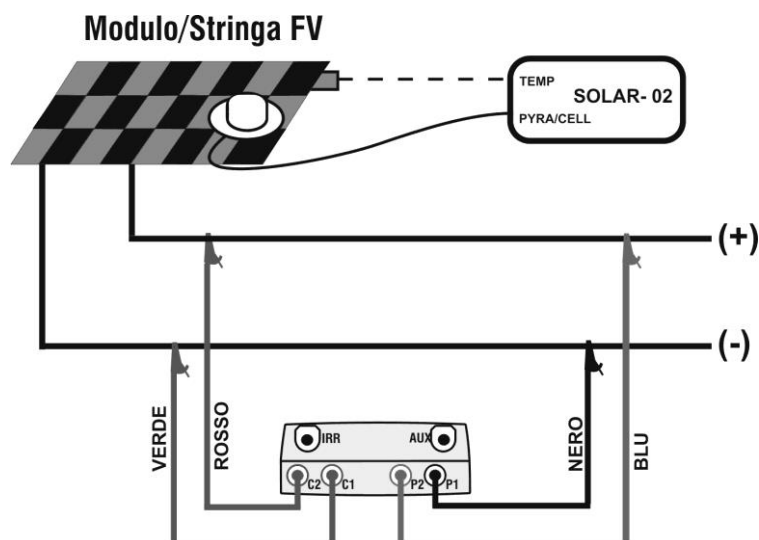

Fig. 11: Ligação do instrumento ao painel/bateria de painéis (stringa) FV
22. Ligar o instrumento ao painel/bateria de painéis (stringa) em teste como se mostra na seguinte Fig. 11. Em particular, ligar o pólo Negativo na saída do painel/bateria de painéis (stringa) aos terminais P1, C1 e o pólo Positivo na saída do painel/bateria de painéis (stringa) aos terminais P2, C2. Na modalidade de ativação da medição **“Auto”** é recomendado o uso do acessório opcional KITKELVIN.